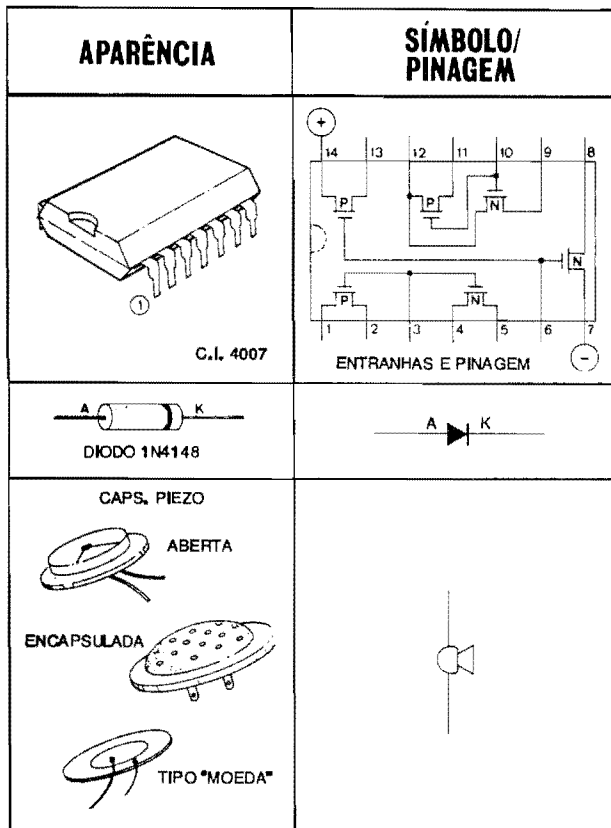

FIG. 2
- FIG. 2 - PRINCIPAIS COMPONENTES DA MONTAGEM - Sem mencionar os resistores e capacitor (demasiado comuns para - no atual estágio do nosso “Curso” - merecer maiores detalhamentos...), as principais peças do circuito são vistas na figura, em suas aparências, símbolos e pinagens, de modo a facilitar ao máximo o entendimento - principalmente pelos “Alunos” que só agora estão chegando à “Escola”... O Integrado 4007 tem 14 pinos, cuja numeração/contagem, com a peça vista por cima, “pelas costas”, é feita em sentido anti-horário, a partir da extremidade marcada por um pequeno chanfro, ressalto ou ponto (pintado ou em relevo). O diodo tem seu terminal de **catodo** indicado por uma faixa ou anel em cor constrastante, sobre a correspondente extremidade... Finalmente, quanto à cápsula piezo (um componente **não polarizado**, ao contrário do Integrado e diodo...) pode ser encontrada (e utilizada no circuito, sem problemas...) nos três “modelos” estilizados: aberta, encapsulada ou tipo “moeda” (ou “pastilha”)... O tipo encapsulado, embora um pouco mais caro do que os outros, promove um melhor rendimento sonoro, embora a aberta e a “moeda” também sirvam, para as aplicações desprezíveis do TIC-TAC PERPÉTUO...
- 1 - Cápsula piezo (transdutor "de cristal") de qualquer dos tipos ilustrados na FIG. 2